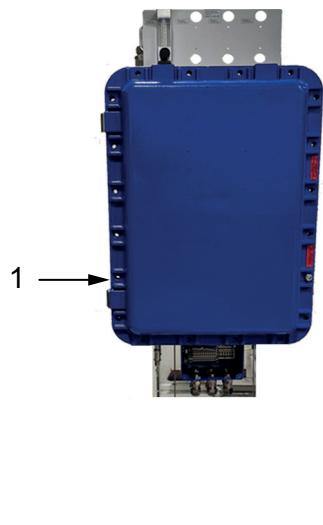
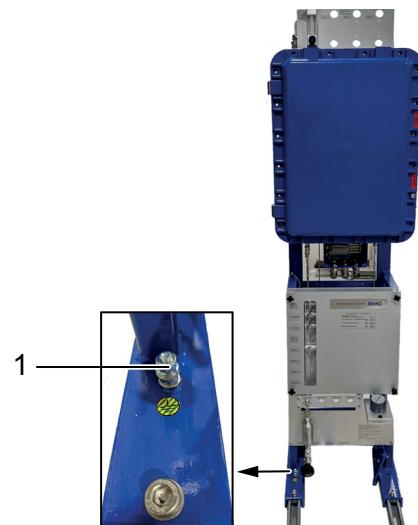

Abb. 26: Variante Wandmontage
Abb. 27: Variante Bodenmontage
- ▶ Bitte nehmen Sie die Erdung an der vorgesehenen Stelle (vgl. Abb. 26 und Abb. 27) vor. Verwenden Sie dazu ein Erdungskabel mit einer **Mindeststärke von 4 mm²**.